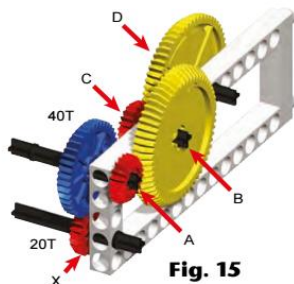

Fig. 15
1. Al modelo anterior agrégale un engranaje azul 40T, un engranaje rojo 20T y un eje mediano para armar la estructura que aparece en **Fig. 15**.
Fig. 15. muestra los engranajes que engranan como los engranajes cónicos en ángulo recto. Los cálculos de la relación de transmisión y los principios de direcciones de rotación son los mismos que con engranajes de dientes rectos.